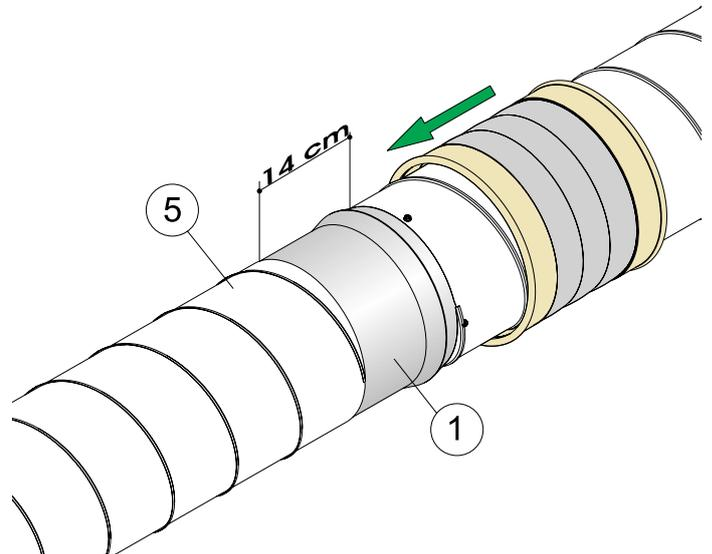

Fig. 4.42
- 4) Insérer le raccord (1) dans l'autre tuyau (5) en laissant un espace de 14 cm entre les deux tuyaux pour que pendant la phase d'expansion les tuyaux soient libres de glisser (fig. 4.42).